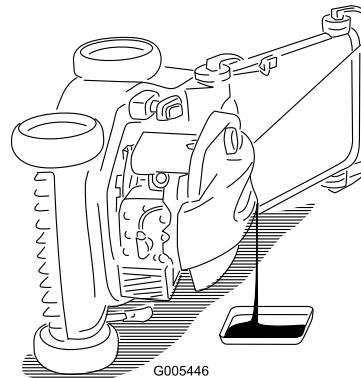

Figura 24
3. Inclinete il tosaerba sul fianco, con il filtro dell'aria in alto, per scaricare l'olio usato attraverso il tubo di riempimento (Figura 24).